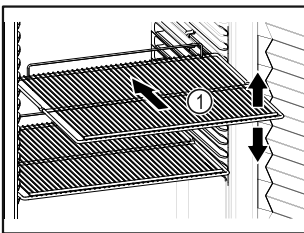

Fig. 86 Atvaizdo pavyzdys
- Jei pastatymo grotelės Fig. 86 (1) galima perkelti, pritaikykite atsizvelgdami į aukštį.